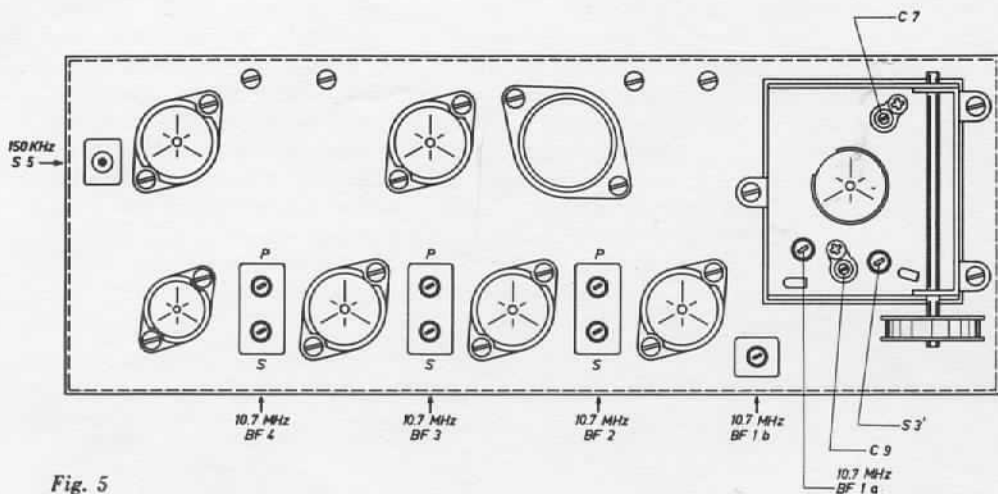

Fig. 5
- 86a. Draai nu aan de kern van de primaire wikkeling (P) van de ratio-detectorspoel (BF4) (zie fig. 5) tot maximale uitslag van de buisvoltmeter is verkregen. Stel de uitgangsspanning van de h.f.-oscillator zo in, dat de uitslag maximaal bij 7 volt ligt.